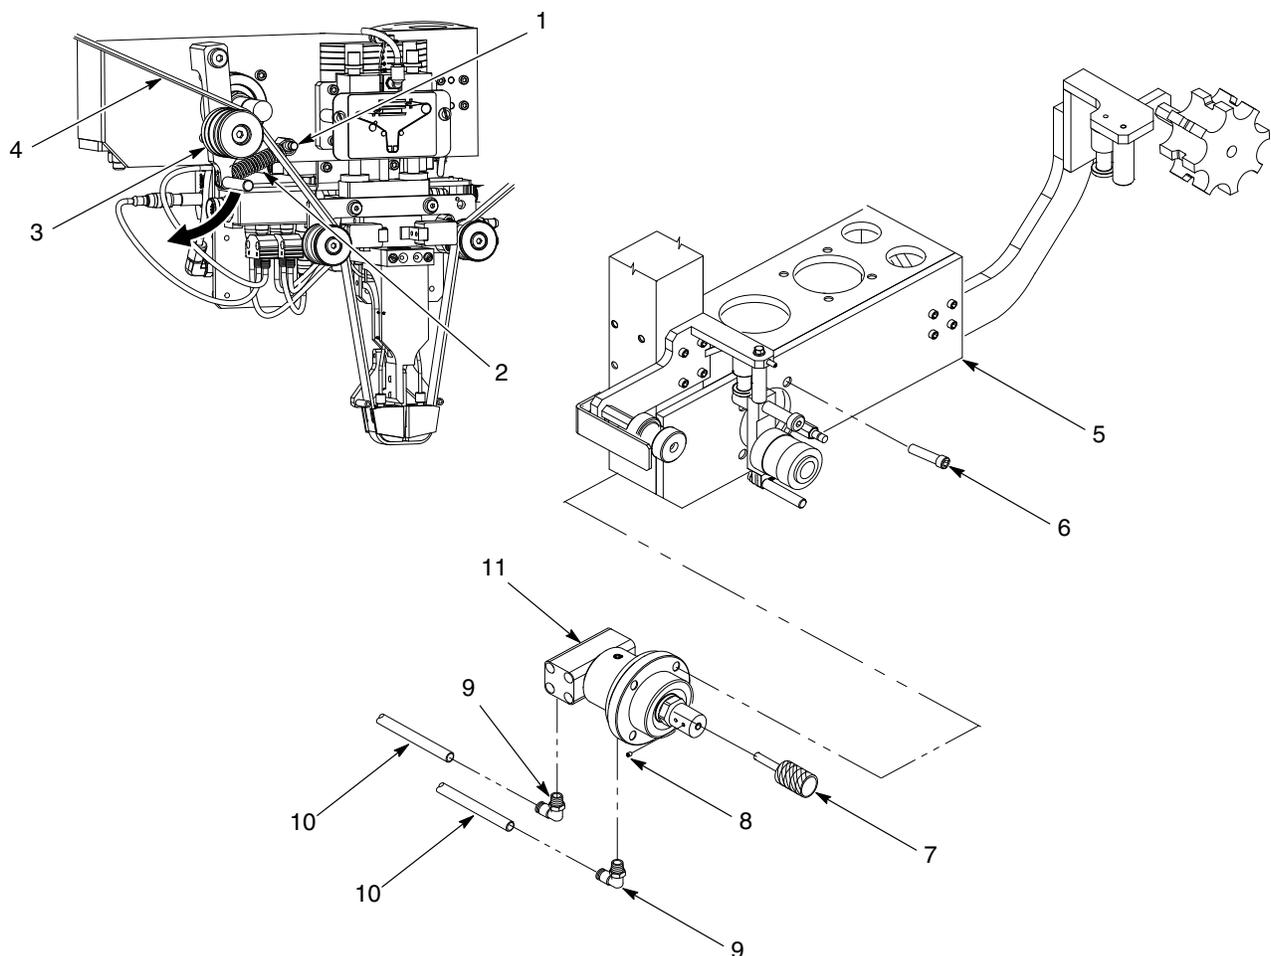

Figura 5 Sostituire l'attuatore rotante di alimentazione
2. Vedi figura 5. Togliere il feltro (4) dal rullo del braccio di tensione (3).
3. Togliere la molla del braccio di tensione (2) dal montante della molla (1).
4. Contrassegnare e rimuovere i condotti dell'aria (10) dai raccordi (9). Rimuovere i raccordi.
5. Rimuovere le viti di arresto (8) che fissano la pinza del braccio di tensione (7) all'attuatore rotante di alimentazione (11). Rimuovere la pinza.
6. Togliere le viti (6) che fissano l'attuatore rotante di alimentazione (11) al telaio (5).
1. Vedi figura 5. Applicare Loctite 242 sui filetti delle viti (6). Montare l'attuatore rotante di alimentazione al telaio (5) usando le viti. Serrare le viti a  $92 \pm 9$  in.-lb ( $10.4 \pm 1$  N•m).
2. Montare i raccordi (9) sull'attuatore rotante di alimentazione (11). Stringere saldamente i raccordi. Collegare i condotti dell'aria (10) ai raccordi. Rimuovere le targhette.
3. Applicare Loctite 242 sui filetti delle viti di arresto (8). Montare la pinza del braccio di tensione (7) sull'attuatore rotante di alimentazione (11) usando le viti di arresto. Serrare le viti a  $14 \pm 2$  in.-lb ( $1.5 \pm 0.2$  N•m).
4. Montare la molla del braccio di tensione (2) sul montante della molla (1). Montare il feltro (4) attorno al rullo del braccio di tensione (3).